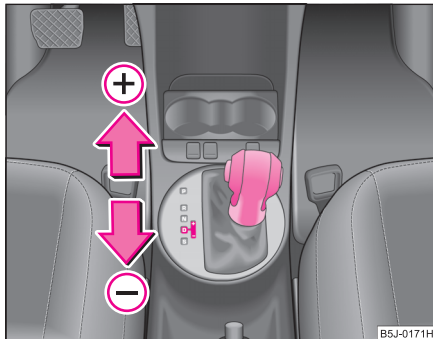

Abb. 107 Wählhebel:
- Tippen Sie den Wählhebel (in der Tiptronic-Stellung) nach vorn an ⇒ Abb. 107 (+).